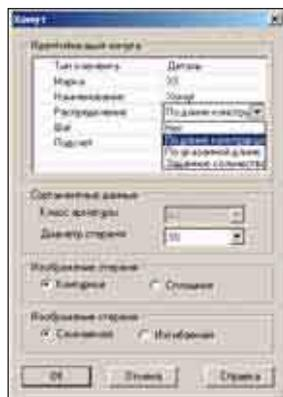

Рис. 18
- **Хомуты и шпильки** – отрисовка хомутов, шпилек и скоб с учетом распределения в конструкции (рис. 18);